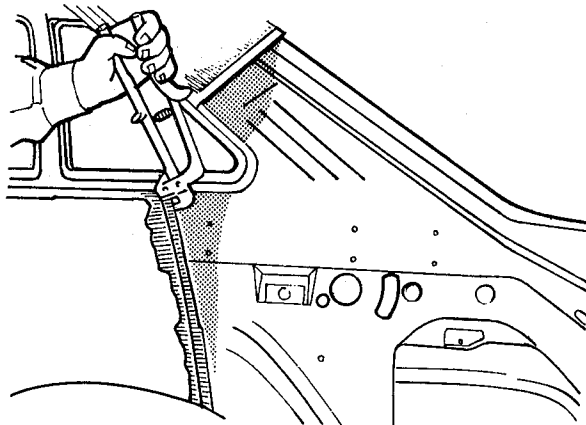

fig. 139
2. Fazer abas nas extremidades cortadas, com uma ferramenta de fazer rebaixas (fig. 139)